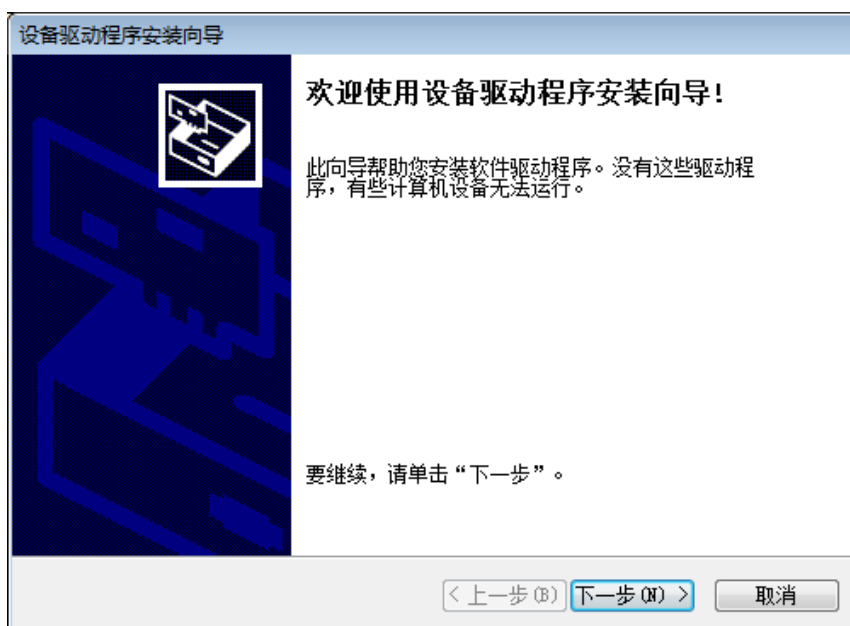

图 2.15 设备驱动程序安装向导
2. 双击运行“DriverInstall.exe”程序，启动设备驱动安装向导，如图 2.15 所示。